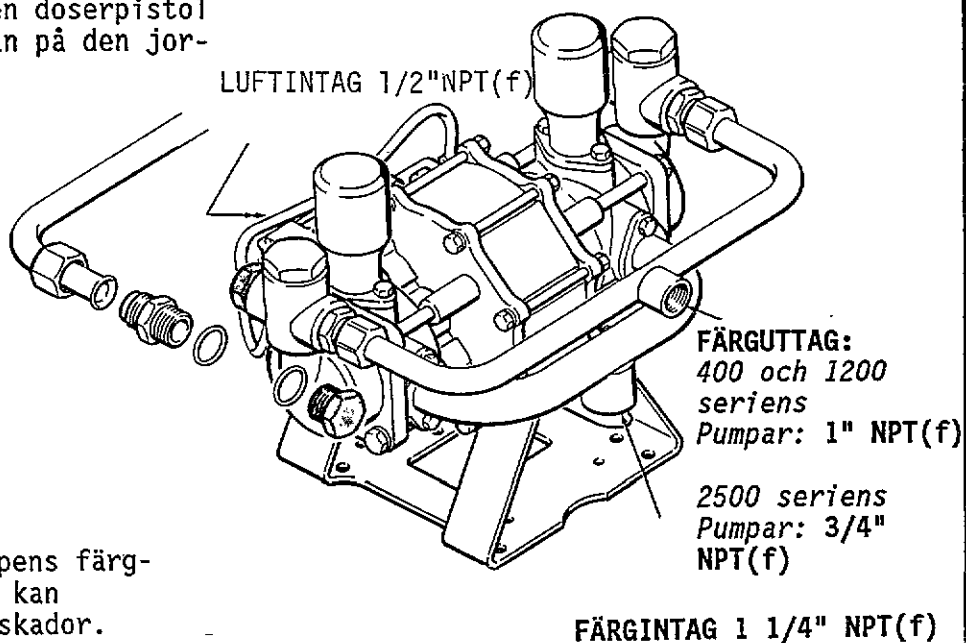

Fig I-4 PUMPENS ANSLUTNINGAR FÖR FÄRGINTAG, FÄRGUTTAGE OCH LUFTINTAG
3. Uppsamlingsröret kan tas bort och vridas  $180^\circ$  för att ändra riktningen på uttaget och underlätta installationen som visas i fig I-4.